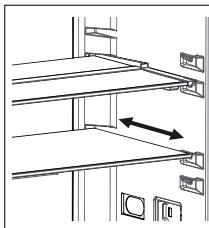

Fig. 1
- Trekk hyllen mot deg for å sette den i opprinnelig posisjon. (Fig. 1)